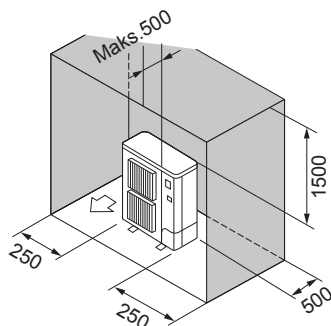

Fig. 2-8
- ⑥ Kun forhindringer bagved, i siderne og ovenover (Fig. 2-8)